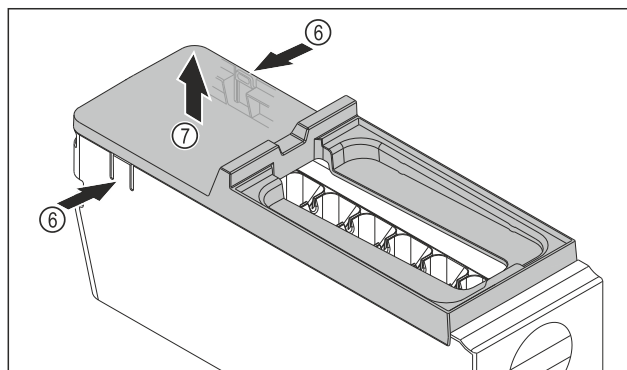

Fig. 97
- Rimuovere la copertura del corpo dell'EasyTwist-Ice: Con una mano, premere le linguette Fig. 97 (6) su entrambi i lati del corpo dell'EasyTwist-Ice.
- Con l'altra mano, estrarre verso l'alto la copertura Fig. 97 (7).